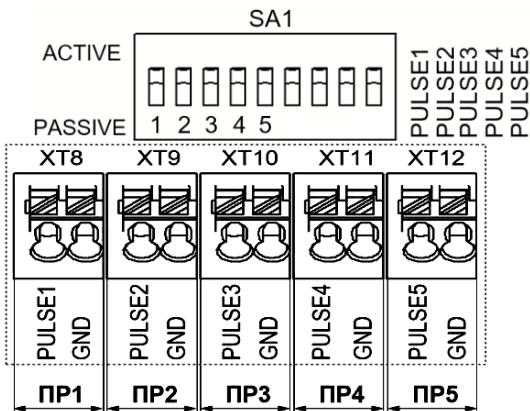

Рис.B.3. Коммутационные элементы подключения ПР1...ПР5.
B.3.1. Маркировка коммутационных элементов тепловычислителя для подключения преобразователей расхода ПР1...ПР5 показана на рис.B.3.
B.3.2. Входные каскады приема частотно-импульсных сигналов могут работать в активном и пассивном режиме, задаваемом с помощью переключателей SA1/1...SA1/5 (рис.B.3) на плате модуля коммутации.